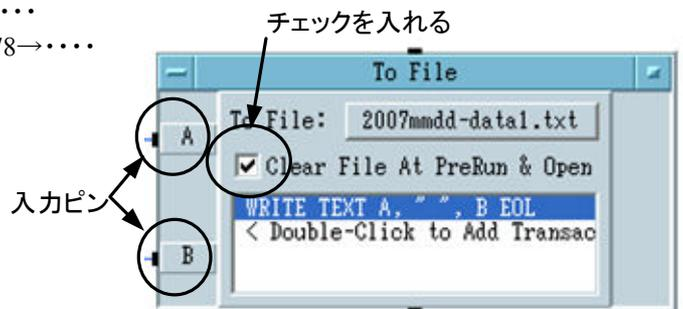

図6-21 "To File"オブジェクト
- (8)次にデータ保存形式の指定を行う。最初にオブジェクトの入力ピンを増やすこと。今回の場合は図6-21のように入力がAとBの2つ必要になる。入力ピンAに"For Log Range"オブジェクトの出力を、入力ピンBに"Formula"オブジェクトの出力をそれぞれつなぐと、変数Aは周波数、変数Bは利得のデータが取り込まれる。